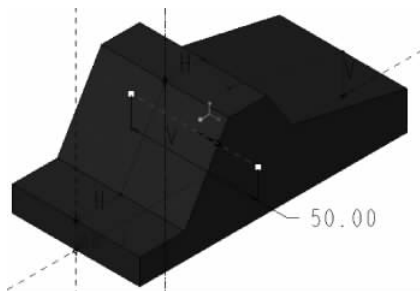

图 3-11 生成实体特征
⑦ 返回【拉伸特征】选项卡, 单击【图形】工具栏上的【已保存方向】按钮, 切换视图为【标准方向】, 如图 3-11 所示, 单击【确定】按钮。